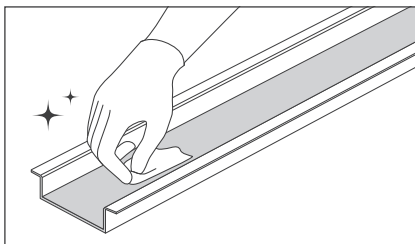

Рис. 1
- 3.3. Очистите поверхность алюминиевого профиля от пыли и грязи. Обезжирьте его с помощью изопропилового спирта или другого очистителя, который быстро высыхает и не оставляет следов на поверхности (Рис. 1).